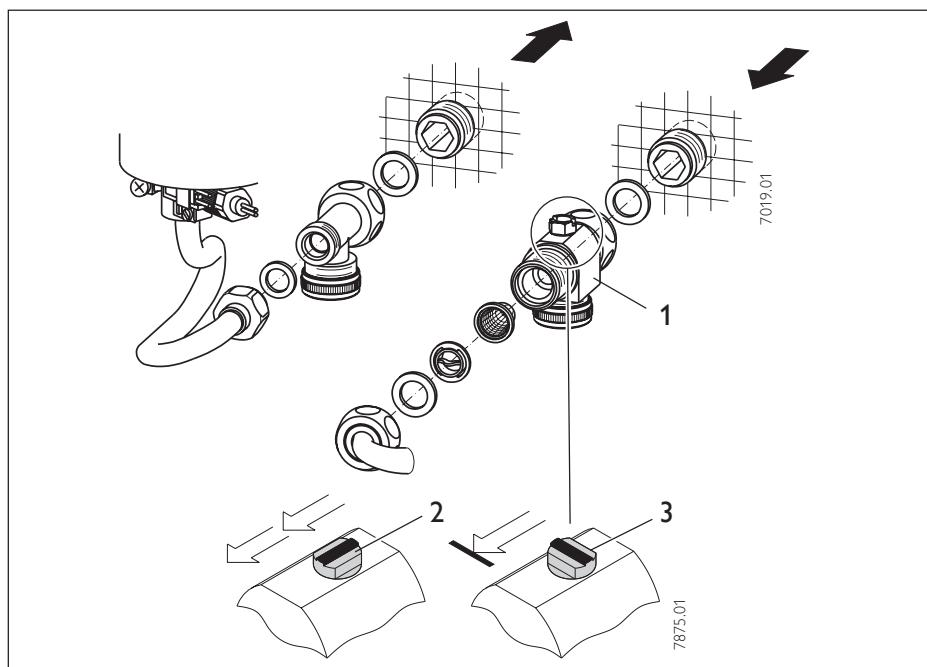

Abb. 14 / Fig. 14 / Afb. 14
siehe Abbildung 14
see Figure 14
- **raccord fileté encastré**, voir figure 14
- **Inbouw-aansluiting** (Afb. 14)